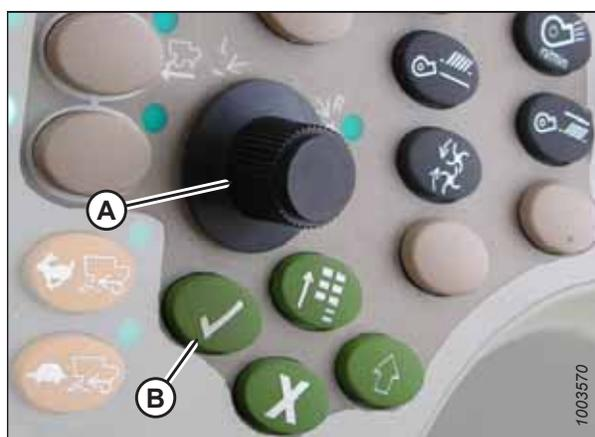

Figura 3.645: Quadro strumenti della mietitrebbia John Deere
- Selezionare HEADER (Testata) nella casella (A) scorrendo verso il basso con la manopola di scorrimento e premendo il pulsante del segno di spunta (la manopola e il pulsante sono illustrati nella Figura 3.645, pagina 386).
- Scorrere fino all'icona in basso a destra che assomiglia a una freccia in un rombo (B) e premere il pulsante del segno di spunta per selezionarla.